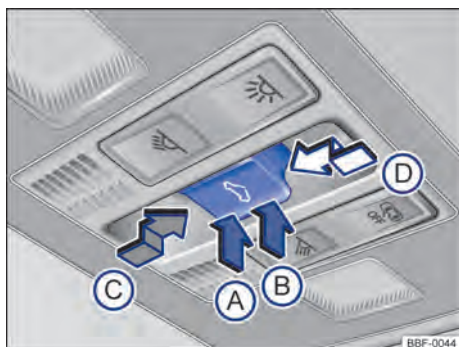

Fig. 59 En el revestimiento del techo: teclas para el techo solar y cortina de protección solar.
- Levantar el techo corredizo: presionar la tecla → **fig. 59 B** hasta el primer nivel. Recorrido automático: presionar la tecla **B** hasta el segundo nivel.